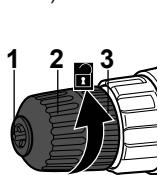

Fig. 1
1. Sujetar el portabrocas de sujeción rápida (3) en posición y gire el manguito del mandril (2) en sentido antihorario hasta que las mordazas del mandril (1) se abren suficientemente ancha
2. como para insertar la broca (Fig. 1).